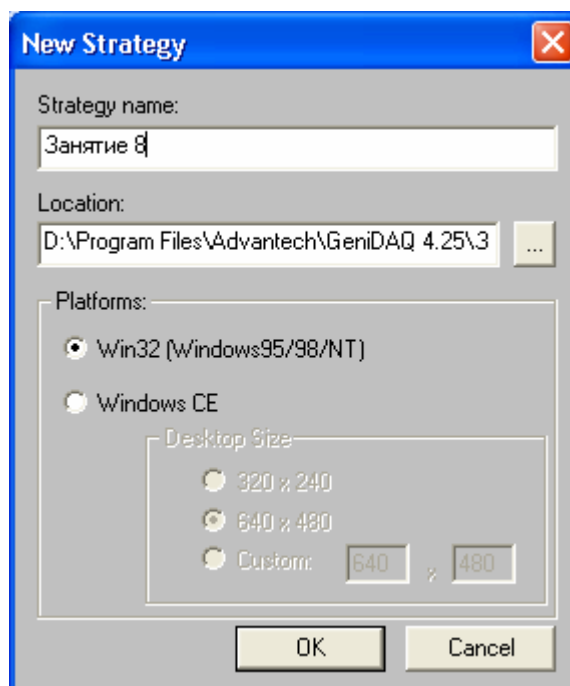

Рис. 4.122. Диалоговое окно конфигурирования приложения
1. Выполните *первое действие* из занятия 1. Создаваемое приложение настройте в соответствии с рис. 4.122.